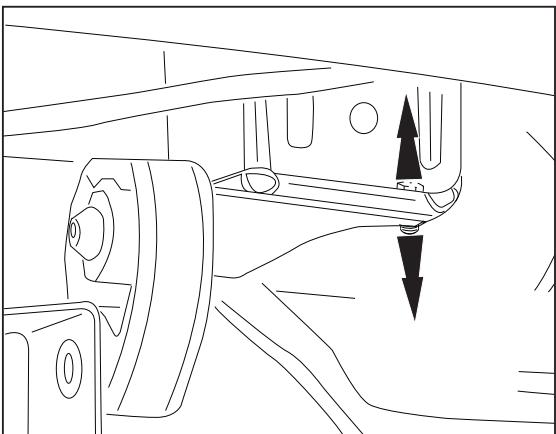

Fig. 2
9. Закрепите антенну на опоре В. и закрепить все детали. на заднем кронштейне для подвески выхлопной трубы.рисунок 2.